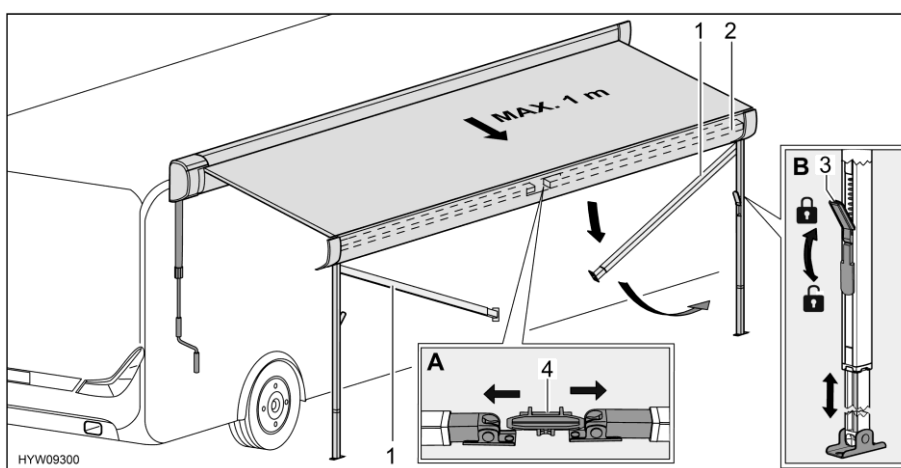

Fig. 47 Preparazione dei montanti di supporto
- Sbloccare i montanti di supporto (Fig. 47,1) dal supporto (Fig. 47,4) nel listello anteriore (Fig. 47,2). A tale scopo, premere leggermente verso l'esterno i montanti di supporto (Fig. 47,A).
- Allentare i bloccaggi (Fig. 47,3) dei montanti di supporto. A tale scopo, ripiegare la leva di serraggio verso il basso.
- Estrarre la parte inferiore dei montanti di supporto fino alla lunghezza desiderata (Fig. 47,B).
- Chiudere i bloccaggi (Fig. 47,3) dei montanti di supporto. A tale scopo, tirare verso l'alto la leva di serraggio.